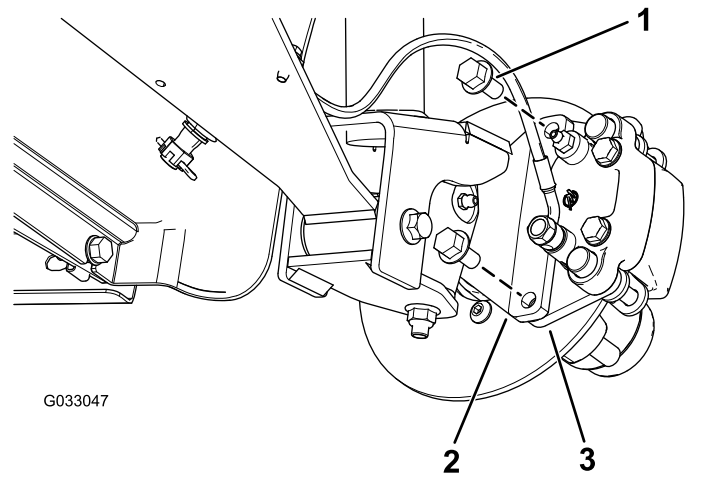

Bild 31
3. Entfernen Sie die Bundkopfschrauben ($\frac{3}{8}'' \times \frac{3}{4}''$), mit denen die Halterung für die Bremse an der Spindel befestigt ist, und nehmen die Bremse von der Spindel ab (Bild 31).
2. Fluchten Sie die Bremsbeläge mit jeder Seite des Drehzylinders (Bild 31) und die Löcher in der Bremsbackenhalterung mit den Löchern im Bremsenhalter des Spindelrahmens aus (Bild 35).
3. Befestigen Sie den Bremsbackenhalterung mit den beiden Bundkopfschrauben ($\frac{3}{8}$ " x $\frac{3}{4}$ ") am Spindelrahmen (Bild 31).